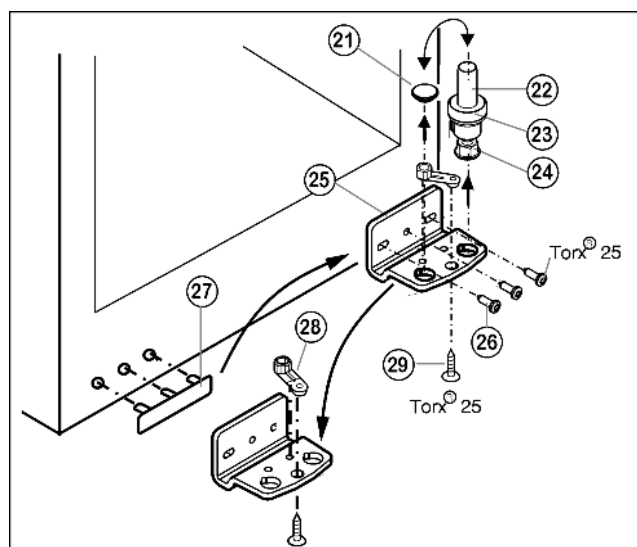

Fig. 6
- ▶ Trzpień zawiasu Fig. 6 (22) kompletny, z podkładką Fig. 6 (23) i nóżką Fig. 6 (24), wyciągnąć do góry.
- ▶ Unieść zatyczki Fig. 6 (21).
- ▶ Odkręcić Fig. 6 (25) płytkę zawiasu Fig. 6 (26).
- ▶ Odkręcić element zawiasu Fig. 6 (28) Fig. 6 (29), przełożyć do przeciwnego otworu zawiasu i tam dokręcić.
- ▶ Zdjąć i przełożyć osłonkę po stronie uchwytu Fig. 6 (27) na przeciwną stronę.
- ▶ Przykręcić mocnopłytkę zawiasu Fig. 6 (25) na nowej stronie (z siłą 4 Nm), w razie potrzeby za pomocą wkrętarki akumulatorowej.
- ▶ Zatyczki Fig. 6 (21) ponownie włożyć do innego otworu.
- ▶ Trzpień zawiasu Fig. 6 (22) kompletny, z podkładką i nóżką włożyć ponownie. Przy tym zwrócić uwagę, by krzywka zatrzaskowa wskazywała do tyłu.
- ▶ Założyć drzwi od góry na dolny sworzeń zawiasu Fig. 6 (22).
- ▶ Korzystając ew. z obu podłużnych otworów w dolnej płytce zawiasu Fig. 6 (25) ustawić drzwi w jednej linii z obudową urządzenia. W tym celu wykręcić środkową śrubę.